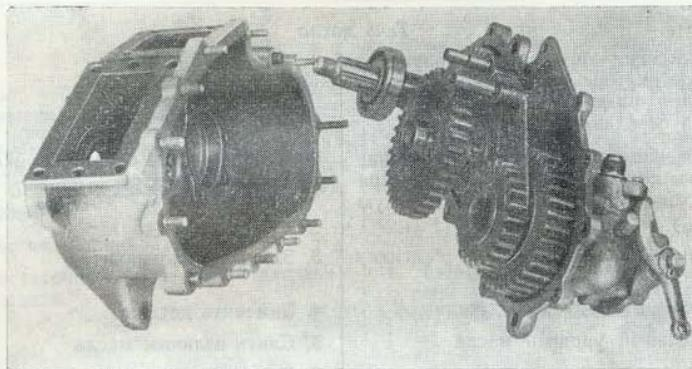

Рис. 111. Разборка раздаточной коробки
8. Отвернуть гайки соединения частей картера и отсоединить их так, чтобы все внутренние детали остались на крышке (рис. 111). Вывертывать шпильки из картера, вынимать заглушки и стакан подшипника ведущего вала без крайней необходимости не рекомендуется.